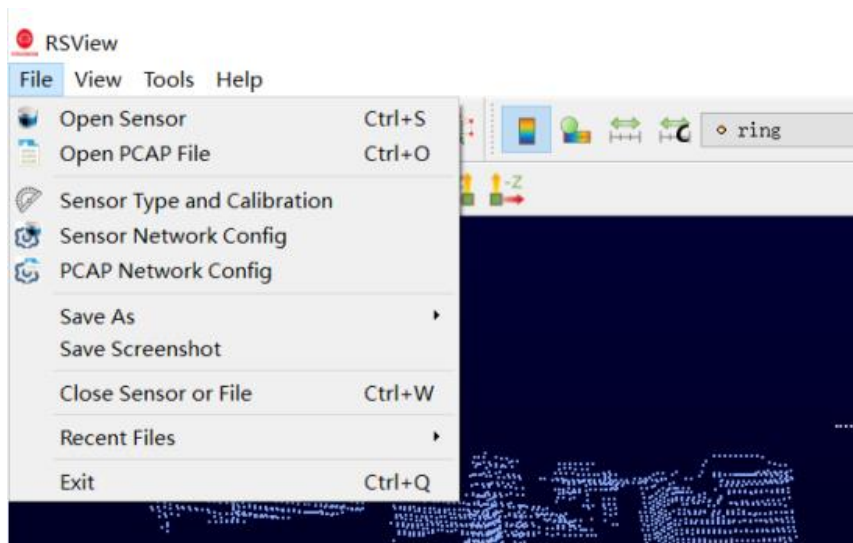

图 A-1: 打开 RSView 实时数据显示
3. 点击 **File > Open Sensor**(图 A-1)。